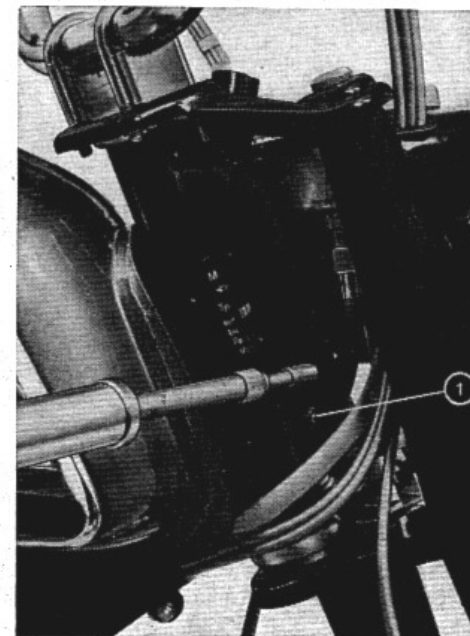

Fig. 8
Graisser la fourche télescopique avec une pompe à pression, par l'intermédiaire des graisseurs (1) qui se trouvent à l'arrière de chaque montant avec de la graisse BP ENERGREASE C 3 G (Fig. 8).